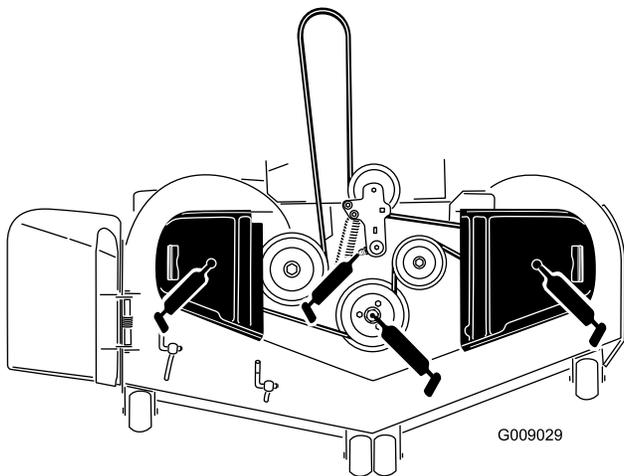

Figura 41
3. Engrase el pivote de la polea tensora de la carcasa de corte hasta que salga grasa por el extremo inferior (Figura 41).
4. Engrase los 3 cojinetes de los ejes hasta que salga grasa de las juntas inferiores (Figura 41).